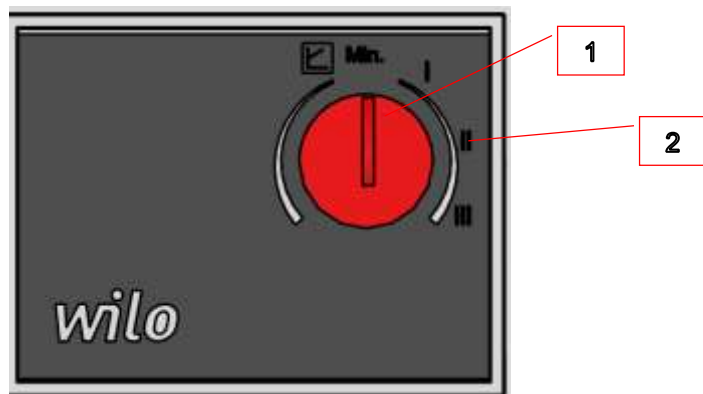

Fig. 11 : panneau de commande du Wilo Yonos Para RS25/6 RKC
En tournant le bouton de réglage, la valeur de consigne de pression différentielle / la vitesse de rotation constante est sélectionnée. Voir Fig. 11 pos. 1.
Pour le fonctionnement avec un appareil wodtke Waterplus, une caractéristique stable (réglage I, II ou III) doit être sélectionnée. Voir Fig. 11 pos. 2. Il est recommandé de démarrer avec le niveau de régime (III) le plus élevé puis de passer à un niveau inférieur. Il faut veiller ici à ce que l'augmentation de la température dans l'échangeur thermique à eau ne déclenche pas les dispositifs de sécurité. À cet effet, veuillez lire le mode d'emploi correspondant de l'appareil wodtke Waterplus utilisé.